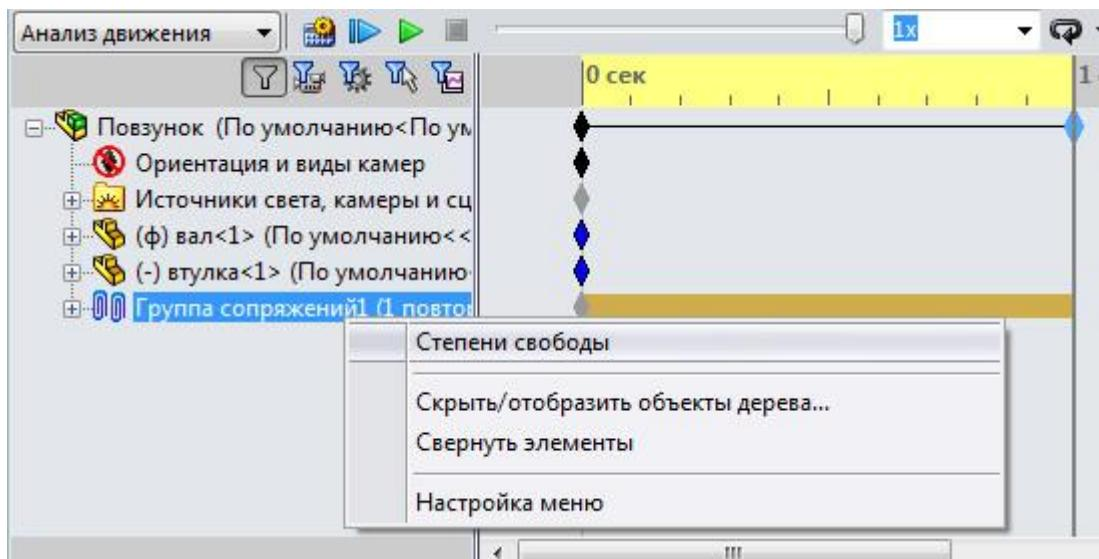
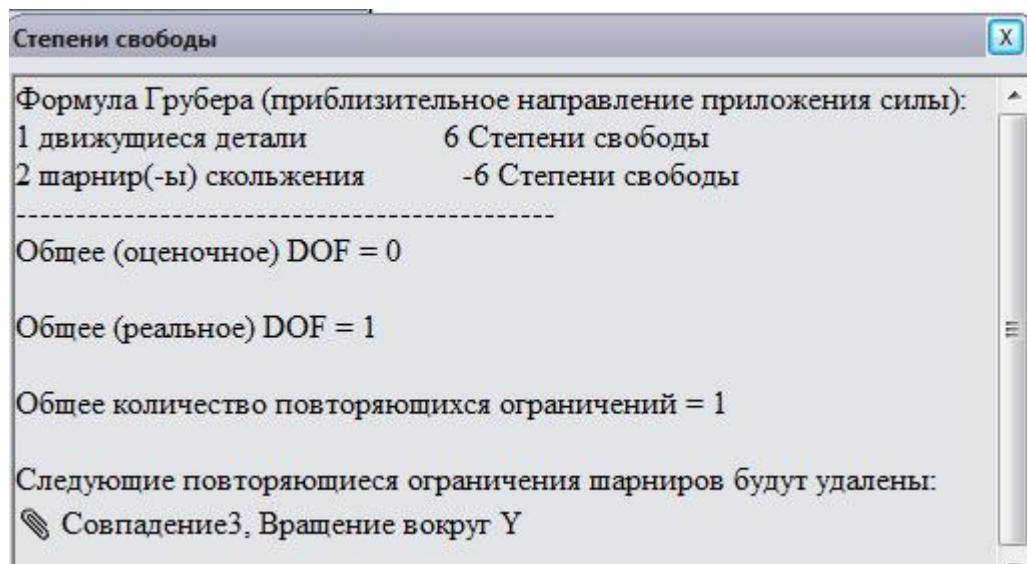
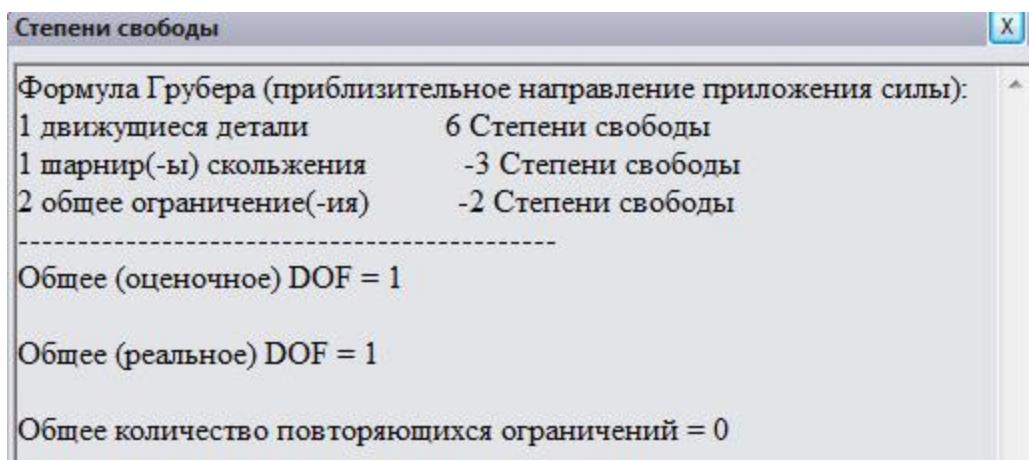

Рис.5.
Рис.6.
Рис.9. Обмеження в збірці з примітивом спряження
2.9. В панелі **Motion Manager** натисніти правою кнопкою миші на пункт **Группа Сопряжений1** (див. рис. 5.) і брати **Степени Свободы**. З'явиться вікно степенів свободи, як показано на рис.6
Як виходить з рис.6 загальне число степенів свободи даної (**DOF-Degree of freedom**) збірки дорівнює нулю (чисто арифметично).
Зверніть увагу! В **Группа Сопряжений1** в дужках вказано, що є 1 повторюване обмеження (рис.5).
В панелі **Motion Manager** натиснути правою кнопкою миші на пункт **Група Спряженій1** (див. рис. 5.) і брати **Степени Свободы**. З'явиться вікно степенів свободи, як показано на рис.9
Як виходить з рис.9 загальне число степенів свободи даної (**DOF-Degree of freedom**) збірки дорівнює нулю (чисто арифметично).